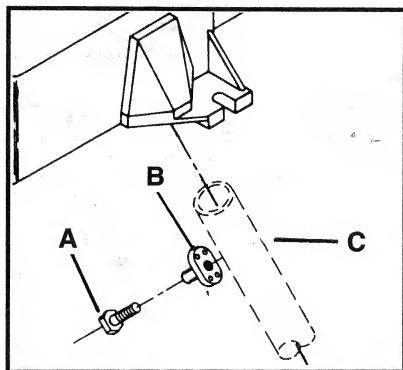

Fig. 5
El soporte debe atornillarse firmemente en un banco o una mesa portátil, o equiparse con patas para poder utilizarse de manera segura. Se suministran tres orejetas en la base, que aceptan pernos de  $\frac{1}{4}$ " de diámetro (no suministrados), para sujetar el soporte a un banco. Si se prefiere, pueden hacerse tres patas de aproximadamente 34" de longitud utilizando tubería estándar de  $\frac{3}{4}$ ". Los receptáculos que recibirán estas patas están ubicados en la parte inferior de la base. Se suministran tres pernos de  $\frac{1}{4}$ "-20" x  $\frac{3}{4}$ " de longitud (A) y tres tuercas en "T" (B), Fig. 5, para sujetar las patas en la posición adecuada de la manera siguiente:
1. Desde el interior de los receptáculos, pase el cuello de la tuerca en "T" (B), Fig. 5, a través del agujero que está en la pared del receptáculo.
2. Oriente la tuerca en "T" (B), Fig. 5, de manera que la cabeza quede asentada en el entrante de los receptáculos.
3. Enrosque el perno (A), Fig. 5, en la tuerca en "T" (B), desde el exterior del receptáculo.
4. Introduzca la pata hecha de tubería (C), Fig. 5, en el receptáculo y apriete firmemente los pernos.